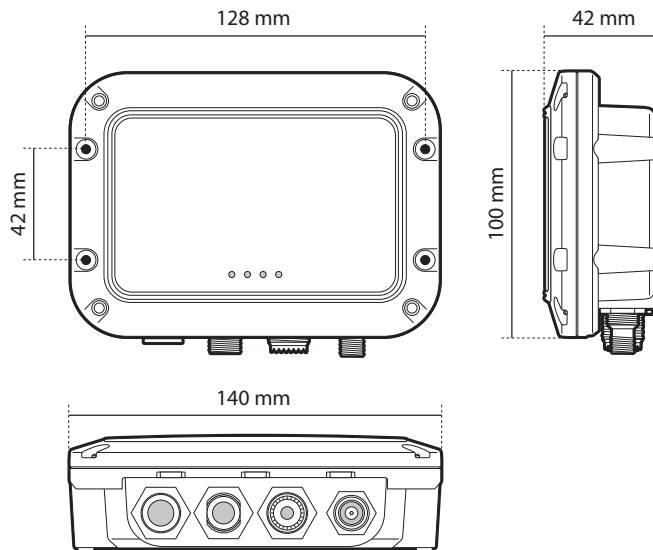

Abbildung 5 AIS transceiver Abmessungen
- Für das Verlegen der Kabel sollte um den AIS transceiver herum ausreichend Platz vorhanden sein. Weitere Informationen zu dem Abmessungen des AIS transceiver finden Sie in Abbildung 5.